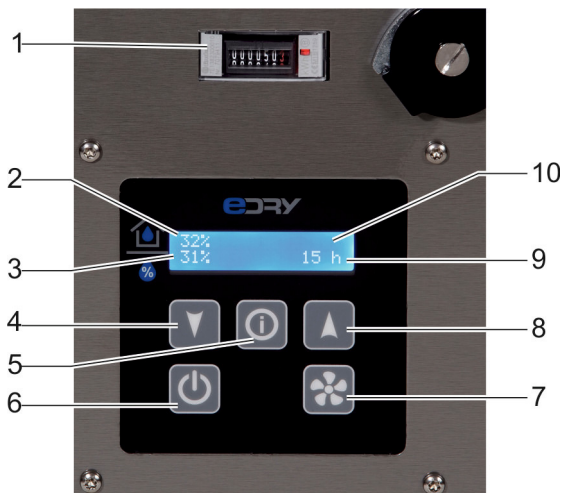

Abb. 9: Bedienelemente AD 5er- und AD 6er-Serie
3. Drücken Sie die Ein-/Ausschalttaste (Abb. 9, Pos. 5) am Bedienfeld. Wenn der Luftentfeuchter korrekt angeschlossen ist und die vorhandene Feuchte höher als der eingestellte Feuchtwert ist, beginnt der Luftentfeuchter zu arbeiten. Die letzten Werte von Hygrostat, Sprache und Lüfterstufe werden gegebenenfalls übernommen.
1. Schalten Sie den Luftentfeuchter an der Ein-/Ausschalttaste (siehe Seite 16, Abb. 9, Pos. 5) aus.